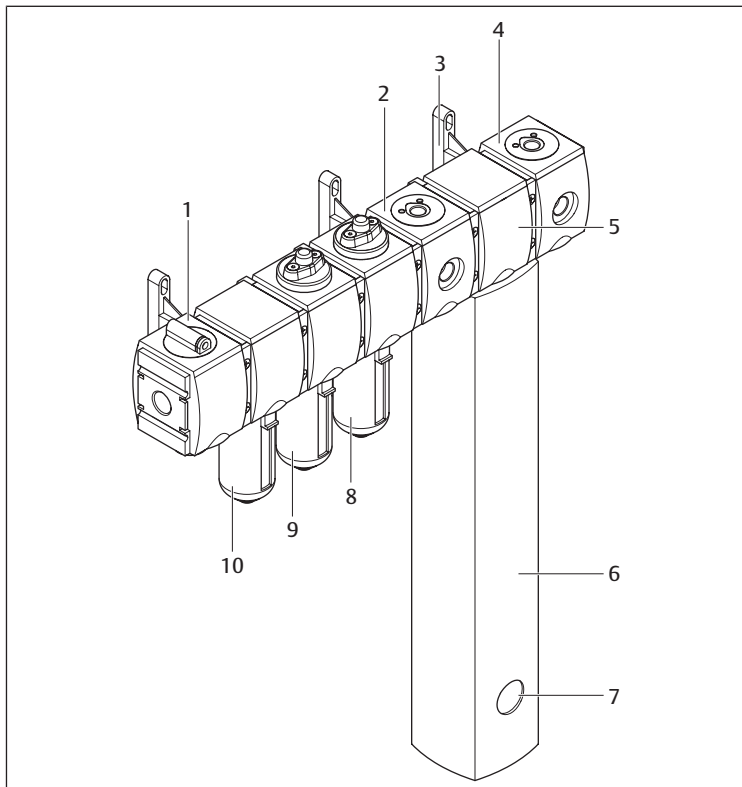

Fig. 1: Montaggio e collegamento dell'essiccatore a membrana
- L'apertura dell'aria di lavaggio (ved. → Fig. 1 (7)) non deve essere chiusa.